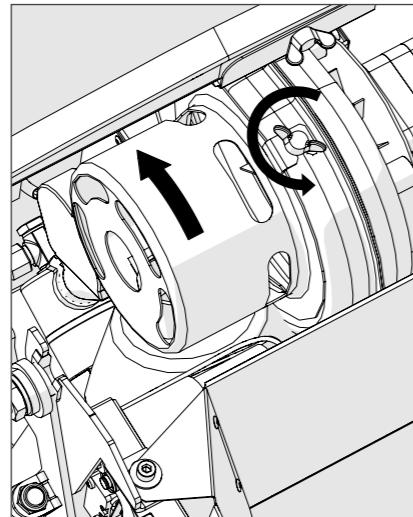

Bild 10
- Lossa skruvarna från fläktanslutningen (bild 10).